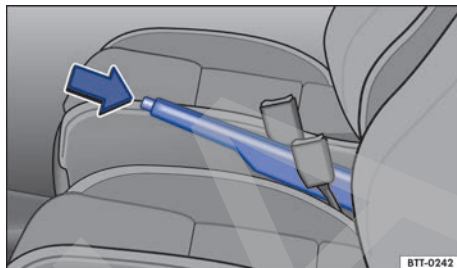

Fig. 110 Entre los asientos delanteros: freno de mano.
- Tire ligeramente de la palanca del freno de mano hacia arriba y presione el botón de bloqueo → fig. 110 (flecha).